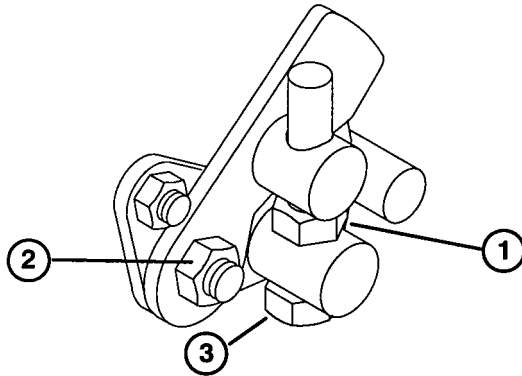

図 42
1. トラニオン・キャップスクリュのジャムナットをゆるめる(図42)。